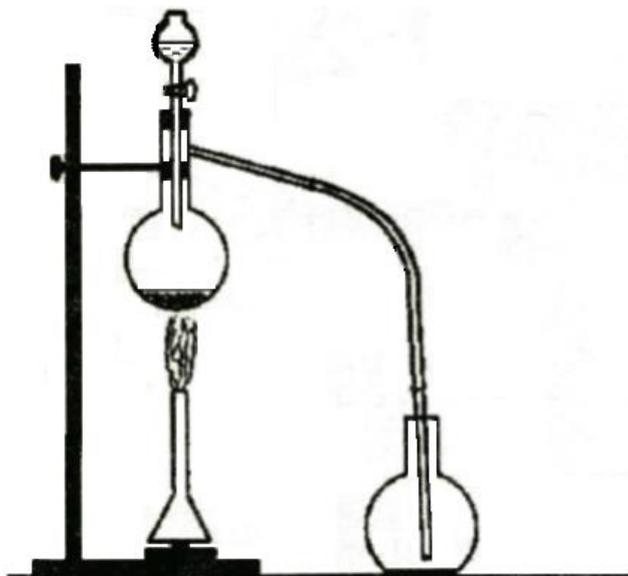

Рис. 3. Общий вид установки для получения хлора.
Немного сурьмы разотрите в порошок в ступке, согните желобком полоску бумаги шириной около 1 см и захватите на её конец немного порошка сурьмы. В колбу, предварительно заполненную хлором, стряхивайте порошок сурьмы и наблюдайте вспышки при реакции её с хлором. Хлор можно получить взаимодействием перманганата калия с концентрированной хлороводородной кислотой в пробирке, опустив газоотводную трубку в колбу, прикрытую стеклом (см. рис. 3 на стр. 34).
1.1. В небольшую колбу Вюрца (круглодонная колба с боковым отводом) насыпьте примерно половину чайной ложки перманганата калия, на боковой отвод колбы наденьте резиновую трубку для пропускания хлора в колбу (рис. 3).